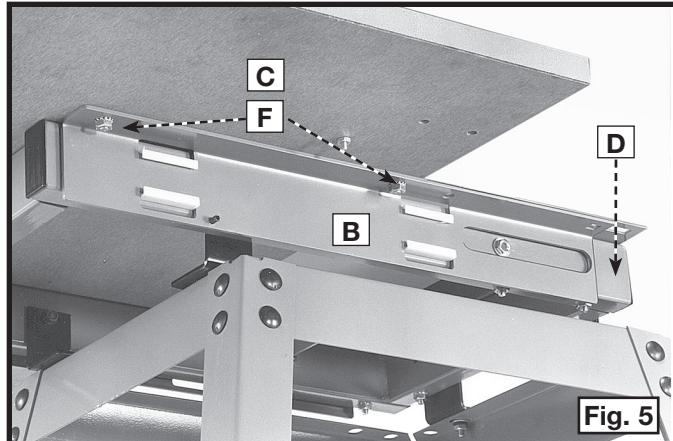
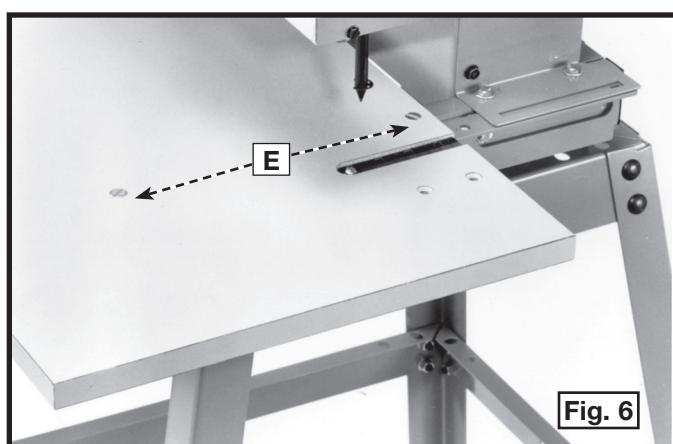

Fig. 5
Fig. 6
4. Coloque el soporte de la mesa (B) Fig. 5 contra el marco de la máquina (D) y debajo de la mesa (C). Alinee los dos orificios (E) Fig. 6 de la mesa con los dos orificios (F) Fig. 5 de la parte superior del soporte de la mesa (B) Fig. 5.
5. Fije la mesa al soporte de la mesa con los dos tornillos de cabeza plana de 1/4-20 x 31.8 mm (1-1/4 pulg.) (E) Fig. 6 y dos tuercas de seguridad de 1/4-20 (F) Fig. 5.